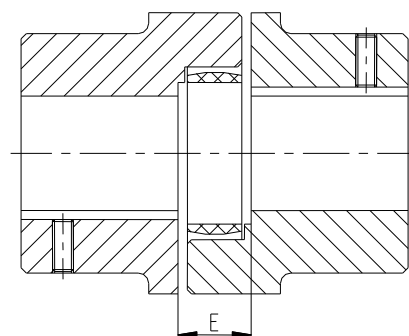

Fig. 11 : Montage de l'accouplement
- Déplacer les ensembles axialement jusqu'à la cote E (fig. 11).